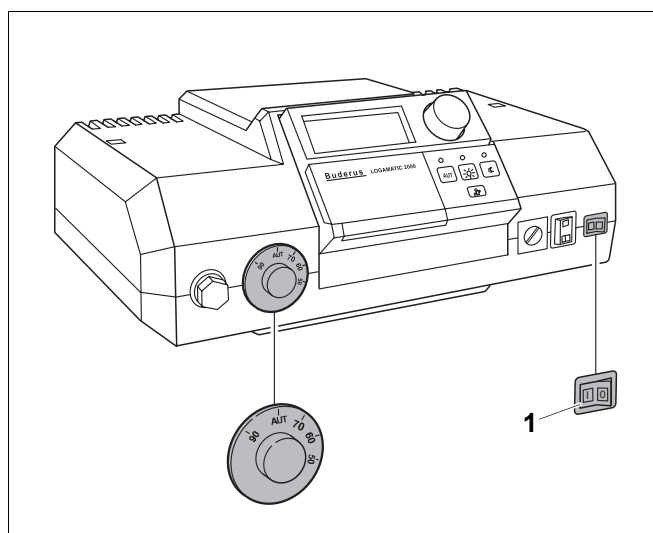
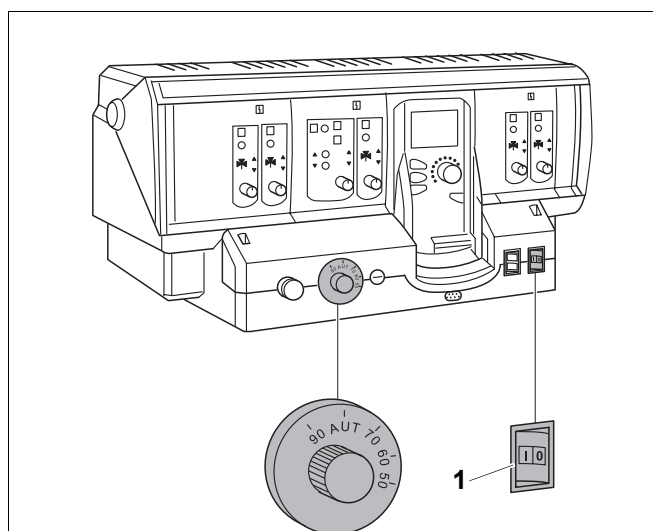

Fig. 35 Sistem de reglare Logamatic 2000
Fig. 36 Sistem de reglare Logamatic 4000
- Poziționați comutatorul de funcționare (Fig. 35, **Poz. 1** respectiv. Fig. 36, **Poz. 1**) în poziția "0" (OPRIT).